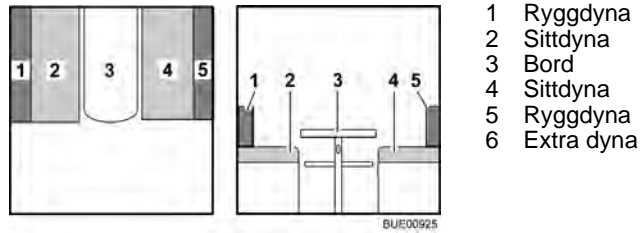

Bild 77 Före ombyggnaden
- Bygg om bordet (Bild 77,3) till sängbotten (se avsnitt 6.11).